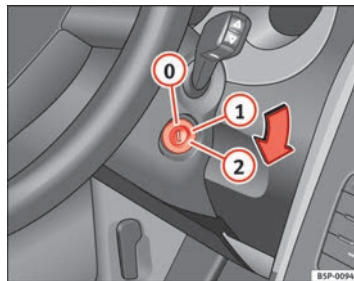

Abb. 138 Stellungen des Zündschlüssels
In dieser Stellung ⇒ Abb. 138 sind die Zündung und der Motor ausgeschaltet und die Lenkung kann gesperrt werden.
- Drehen Sie den Zündschlüssel in Stellung ⇒ Abb. 138 ①. Beim Vorglühen des Motors leuchtet die Kontrollleuchte  auf. ►
- Wenn die Kontrollleuchte ausgeht, drehen Sie den Zündschlüssel in Stellung ② zum Anlassen des Motors - geben Sie kein Gas.
- Drehen Sie den Zündschlüssel in Stellung ⇒ Abb. 138 ④. ▶